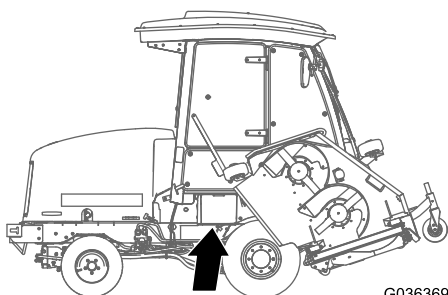

Figure 96
1. Ouvrez le couvercle de la batterie sur le côté du carénage (Figure 96).
**Remarque:** Appuyez sur la surface plate au-dessus du couvercle de la batterie pour faciliter la dépose du couvercle (Figure 96).